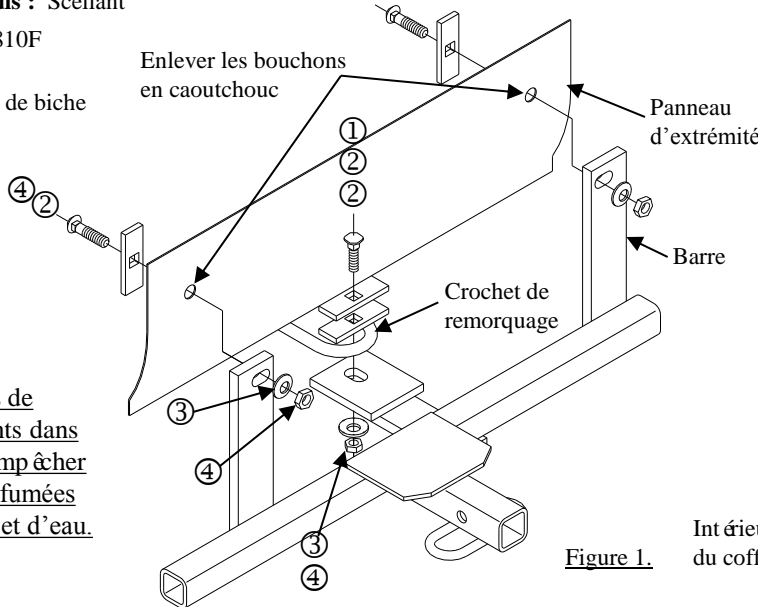
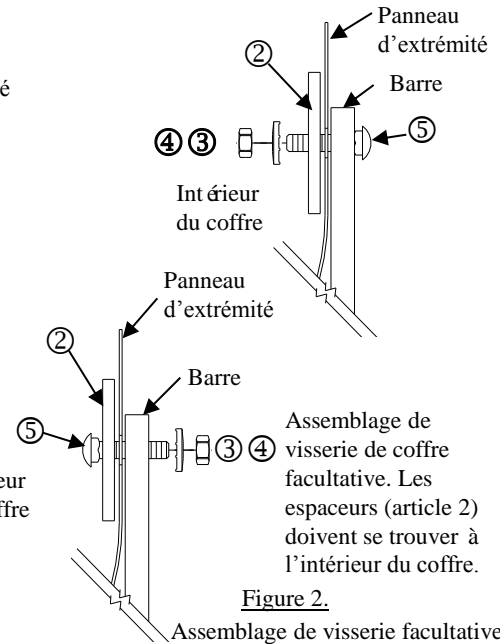

Figure 1.
Figure 2.
5. Install fasteners on drivers side. Place spacer (Item 2) inside trunk add sealant around hole. Install fastener as shown in Figure 1 or optional Figure 2. Hand tighten to prevent hitch from moving while installing passenger side.
6. Install fastener on passenger side. Once again adding sealant around hole. Install fasteners as shown in Figure 1 or optional Figure 2 .
①	Qté (1)	Boulon de carrosserie ½-13 x 2.25 GR5	④	Qté (3)	Écrou hexagonal ½-13
②	Qté (4)	Espaceur	⑤	Qté (2)	Boulon de carrosserie ½-13 x 2.00 GR5
③	Qté (3)	Rondelle conique	⑥	Qté (1)	Fil de tirage ½"
2. Enlever deux (2) bouchons en caoutchouc du coffre situés dans le panneau d'extrémité. Les remettre au propriétaire.
3. Placer un boulon de carrosserie et deux (2) espaceurs sur le crochet de remorquage. Comme illustré à la figure 1.
5. Installer la visserie du côté conducteur. Placer l'espaceur (article 2) à l'intérieur du coffre, ajouter un scellant autour du trou. Installer la visserie comme illustré à la figure 1 ou à la figure 2 facultative. Serrer à la main pour empêcher l'attelage de bouger pendant l'installation du côté passager.
6. Installer la visserie du côté passager. Encore une fois, ajouter du scellant autour du trou. Installer la visserie comme illustré à la figure 1 ou à la figure 2 facultative.